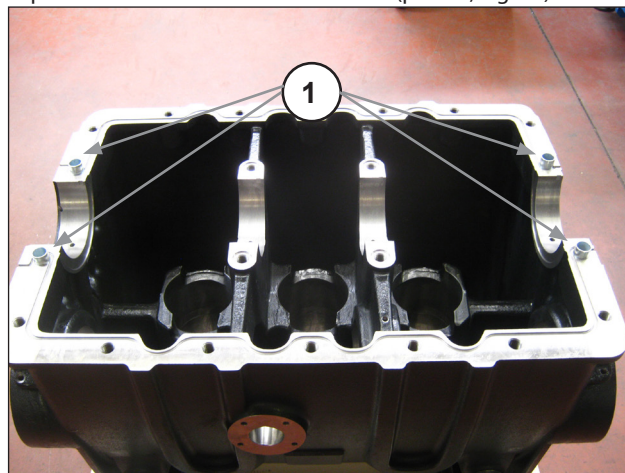

Fig. 64
Insira as bússolas de centragem nos furos predispostos no suporte do banco do eixo de manivela (pos. ①, Fig. 64).